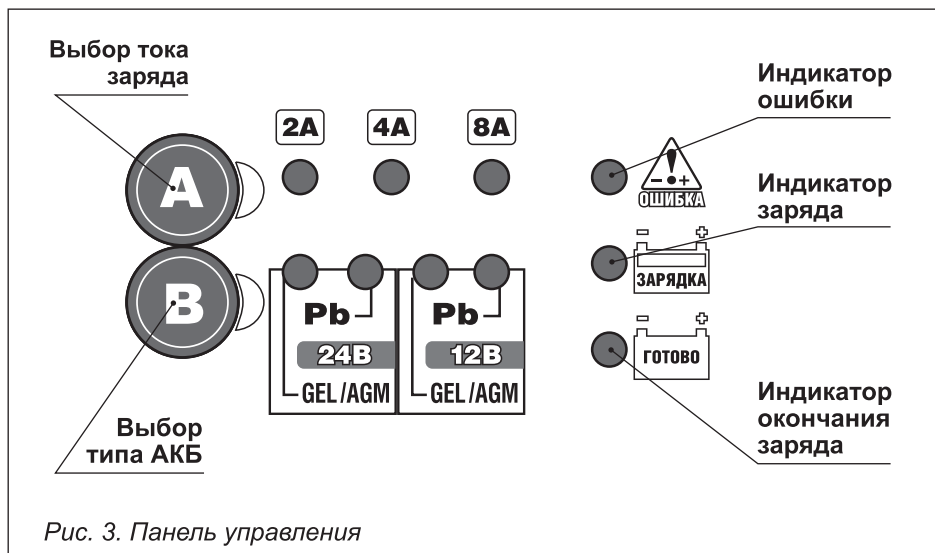

Рис. 3. Панель управления
- Нажатием кнопки (**В**) выберите тип аккумулятора (рис. 3).
- Нажатием кнопки (**А**) выберите ток заряда (смотри рекомендации инструкции аккумулятора) (рис. 3).
- Зарядное устройство аккумулятора сигнализирует о завершении зарядки путем включения зеленого светодиода «**ГОТОВО**» (рис. 3).